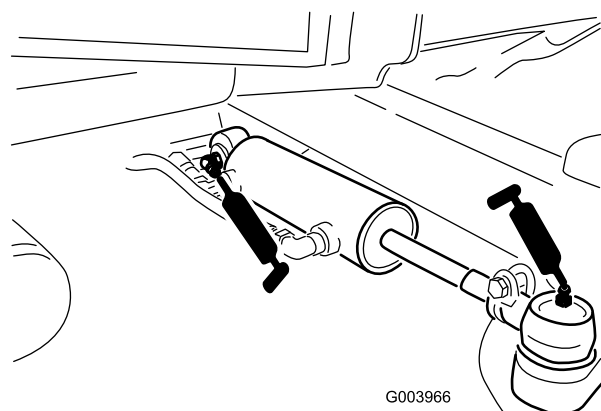

図 70
- ステアリングシリンダのボールジョイント 2ヶ所 図 70